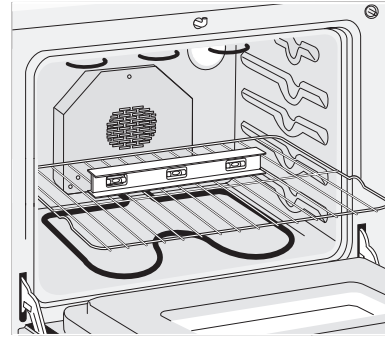

Figura 10
3. Verifique si la cocina está nivelada colocando una parrilla en el centro del horno y poniendo un nivel sobre esta (figura 10).
4. Retire el modelo y ubique la abrazadera en el suelo. Alinee los orificios en la abrazadera con las marcas en el suelo y ajuste con los cuatro tornillos provistos. La abrazadera debe quedar fijada al suelo (figura 10) sólido. Si se fija al suelo concreto, primero haga orificios pilotos de un diámetro de 3/16", utilizando una barrena para concreto.